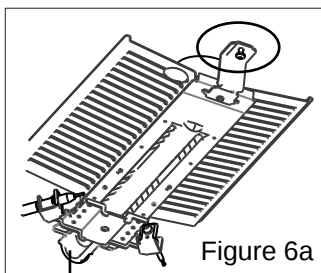

Figure 6a
- Démontez les brûleurs du four et du grill en dévissant les vis de fixation comme indiqué sur les dessins ci-dessus (fig. 6a)